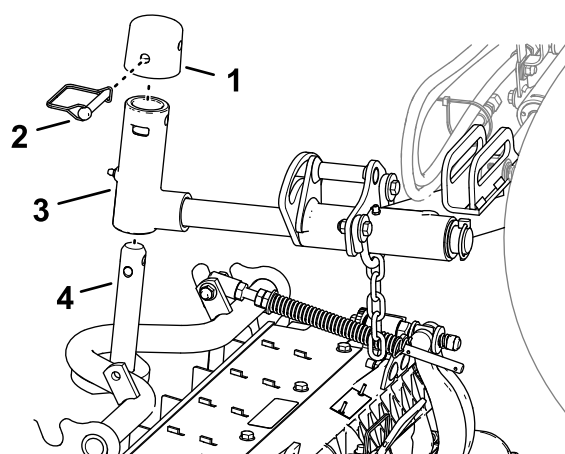

Figure 23
1. Glissez une unité de coupe sous le bras de levage (Figure 23).